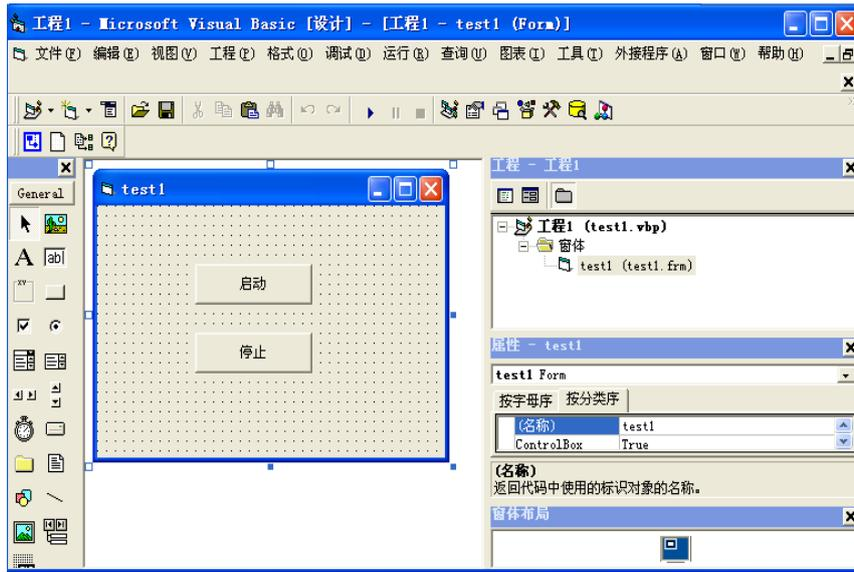

图 5.3 修改对话框（VB）
2) 打开 Visual Basic 6.0, 新建一个“标注 EXE”工程，在对话框上添加按钮“启动”和“停止”，并将其名称分别修改为“CB\_Start”和“CB\_Stop”，如图 5.3 所示。